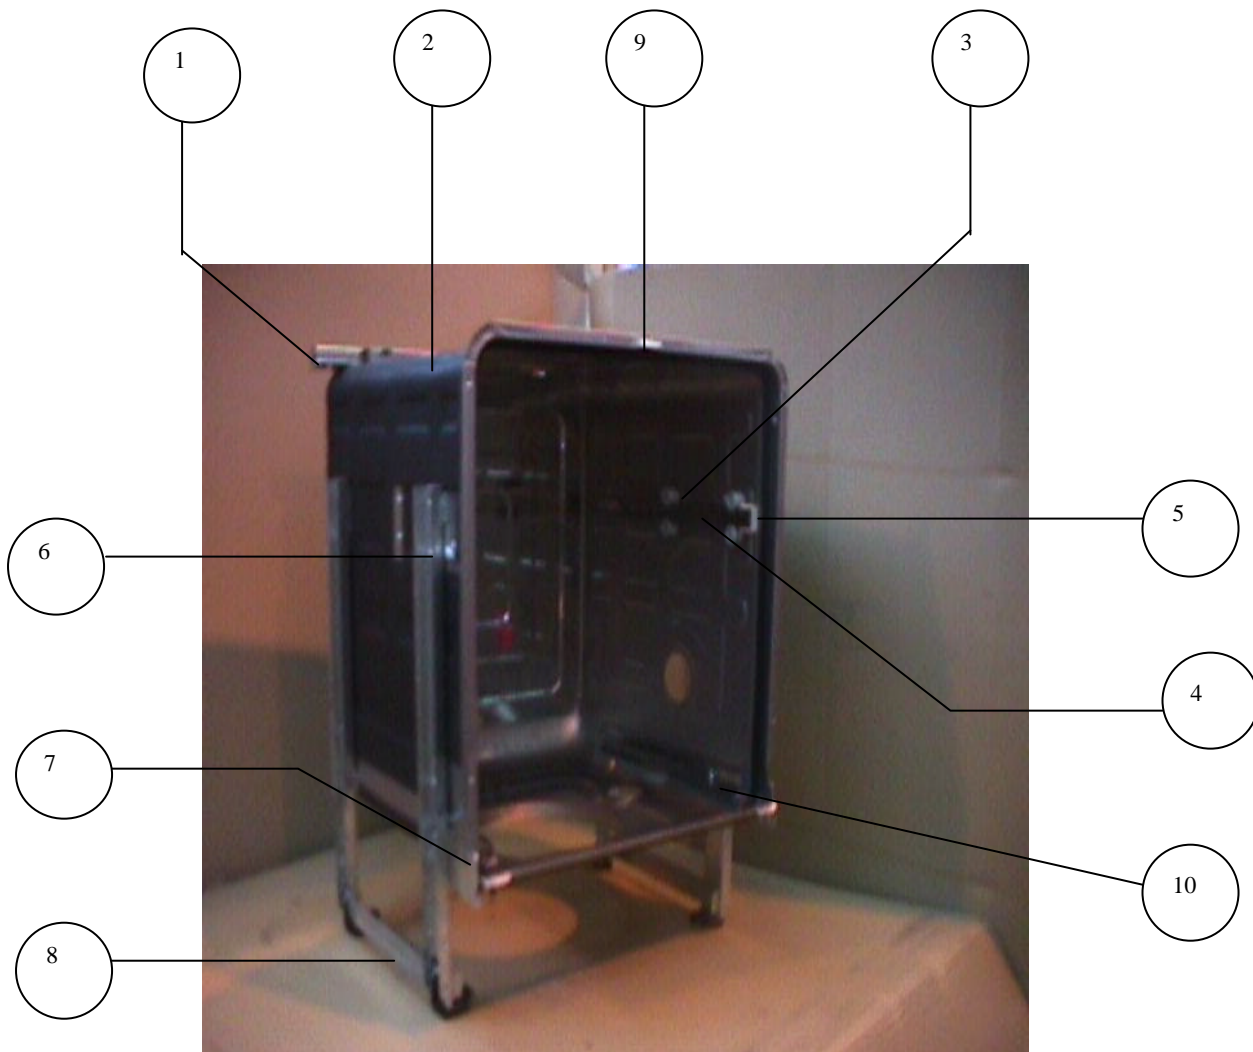

Fig. 6
3.1.1 ESTRUCTURA DE LA CUBA (Fig. 6)
La cuba (2) es fabricada con chapa de acero inoxidable 18-8, y es soportada por la estructura formada por los refuerzos de acero galvanizado detallados en la Fig. 6, con los números 6 y 8, los cuales se amarran tanto entre ellos como con la cuba por medio de tornillos.
3.2 Bisagra fija (Fig.6 .nº7)